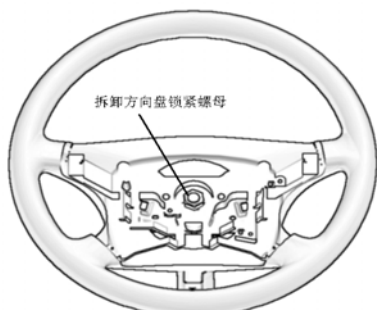

图4
- (1) 脱开接头。
- (2) 拆下转向盘固定螺母，如图4所示。